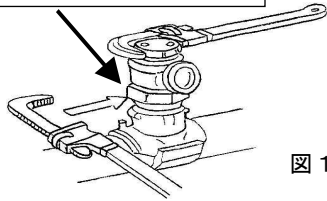

図1
- ①分水栓の種類・取り出し呼び径を調べる。
- ②穿孔機、呼び径からホルソ、シャンク及びアダプタを選ぶ。
- ①穿孔機本体及びアダプタにガスケットが付いていることを確認する。
- ②キャップを外し、給水管取出し口に取り付ける。
- ・分岐部呼び径30～50の分水栓は、分水栓下の角部（図1）を固定しながら、締め付けること。